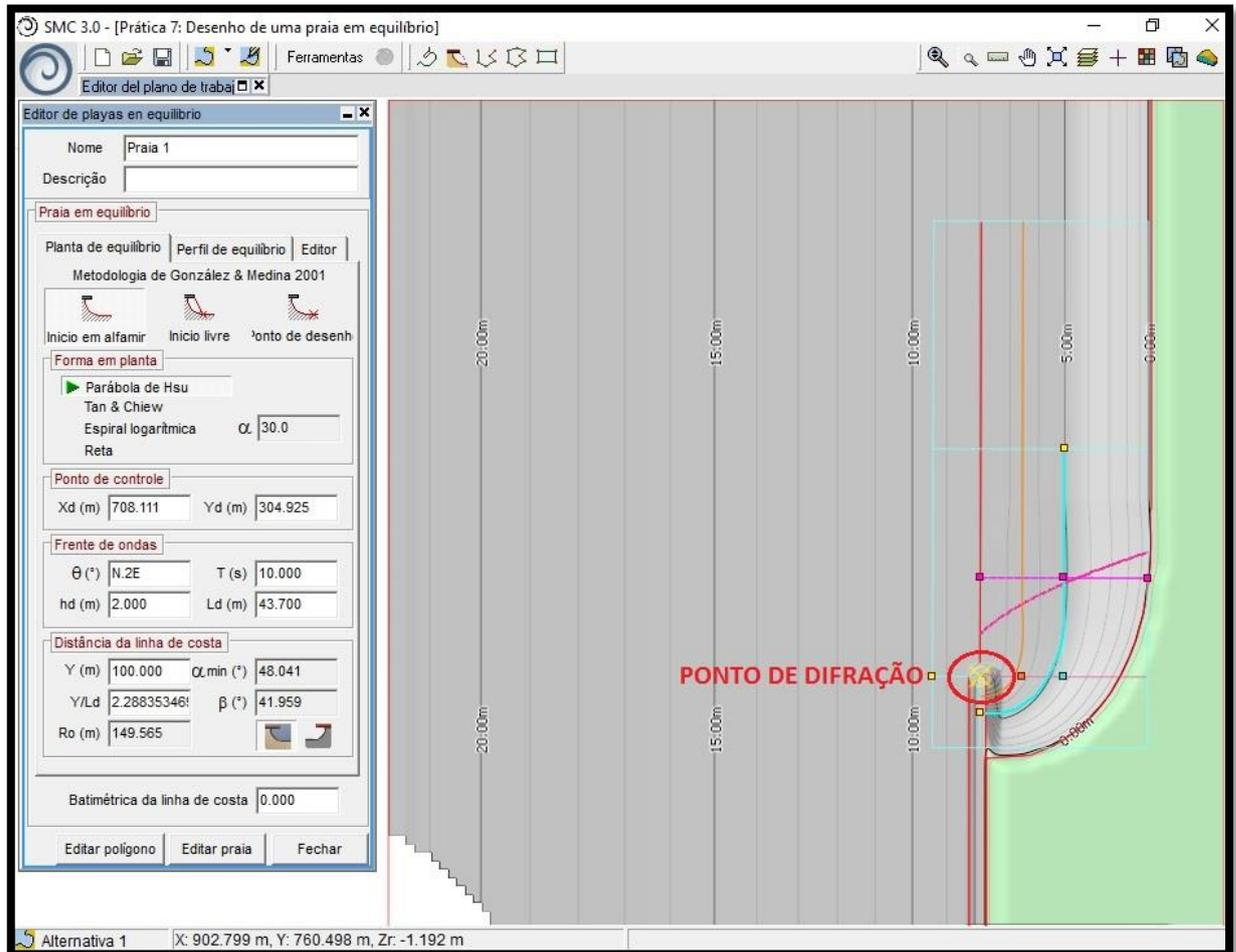

Figura 6 – Ponto de difração e polígono de praia em equilíbrio.
- 12) Deixar o nome da alternativa como “Alternativa 1” com o arquivo da batimetria como (**Encajada.xyz**) selecionado anteriormente. Na sequência, clicar no botão “Detalhes” **(6)** (Figura 6);
14) Clicar em “Aceitar” (8).
- 23) Clicar no ponto de difração à frente ao quebramar atual (Figura 6). É recomendável sempre posicioná-lo alinhado com o eixo central do quebramar;
Em seguida serão apontadas maneiras simples para resolver situações recorrentes na edição de uma praia em equilíbrio ao usar as ferramentas do SMC para esse momento da prática. Assim, quando a edição de uma praia em equilíbrio estiver em andamento deve-se observar os limites laterais da praia representadas pelas linhas azuis (ver Figura 6) com a ajuda do *zoom* () ou através do ícone “Mover” (). Para desativar as ferramentas previamente selecionadas na barra de